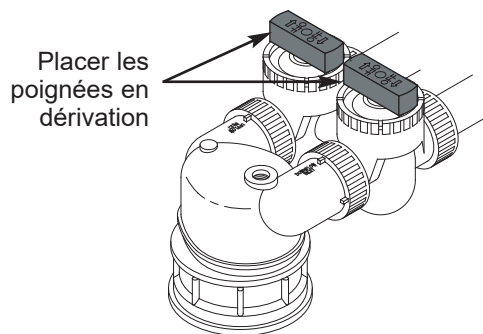

FIG. 7
1. Tourner chaque poignée de dérivation perpendiculaire aux tuyaux pour que l'eau contourne le système (cf. Fig. 7).